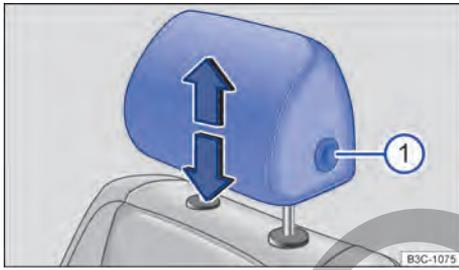

Fig. 77 Apoyacabezas delantero: ajuste.
- Desplace el apoyacabezas hacia arriba o abajo, en el sentido de la flecha correspondiente, presionando a la vez, dado el caso, la tecla → fig. 77 Ⓛ.